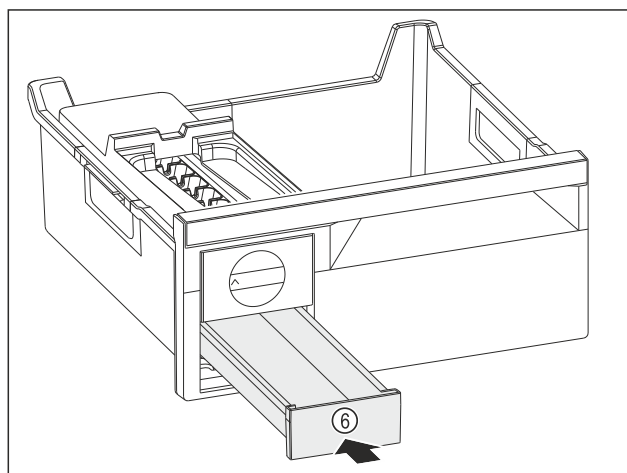

Fig. 177
- ▶ Umetnite Fig. 177 (6) pretinac za kockice leda.